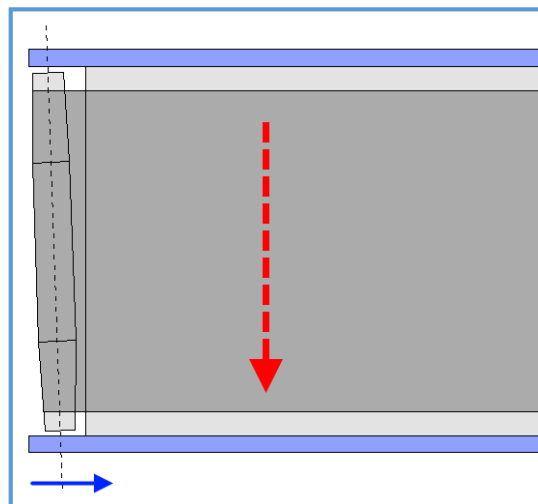

Figura 70 - spostando la cinghia in base alla posizione del rullo di ritorno.
- v. Spostare il tappeto verso il centro del nastro allentando la tensione del rullo di rinvio dal lato verso il quale si vuol muovere, come mostrato in Figura 70;